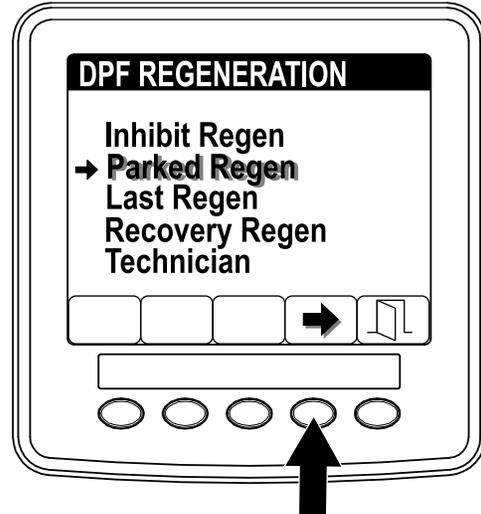

Figura 31
11. Cuando el ordenador del motor finaliza una regeneración con la máquina aparcada o una regeneración de recuperación, el InfoCenter muestra ADVISORY #1224 (Aviso n.º 183) (Figura 31). Pulse cualquier botón para salir de la pantalla de inicio.